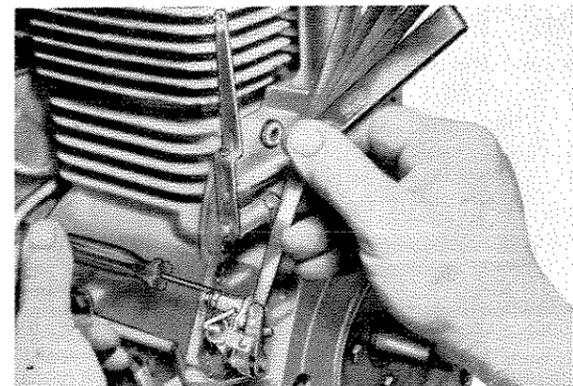

Fig. 60 - Controllo apertura contatti ruttore
- Ruotando il volano disporre il pistone al PMS, allentare la vite di regolazione contatti del ruttore e regolarne l'apertura a 0,7 mm. (fig. 60).